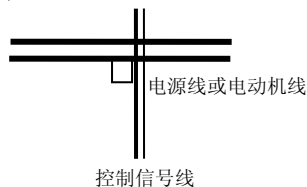

图 3-14 系统配线要求
- 控制信号线不能与强电电缆(R、S、T 或 L、N 与 U、V、W)平行近距离布线，不能捆扎在一起，保持 20~60 厘米(与强电电流大小有关)以上的距离。如果要相交，则应相互垂直穿越，如图 3-14 所示。